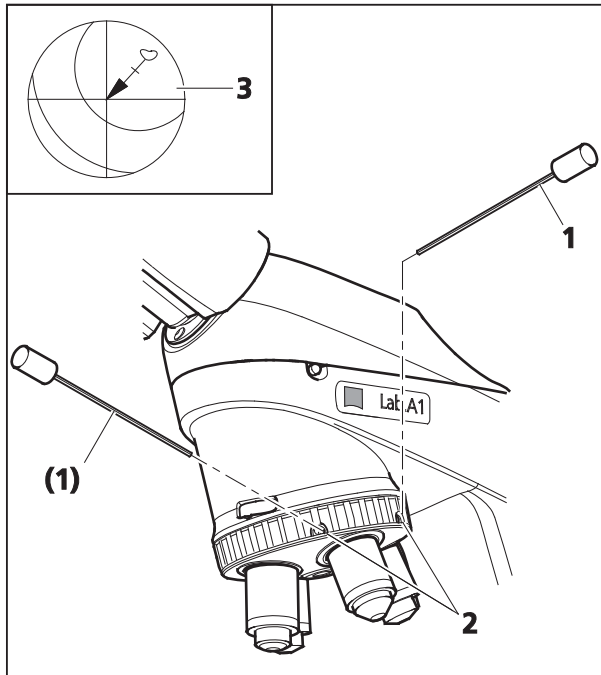

Fig. 3-14 Centrage des objectifs
- En tournant la platine, déterminez le décalage maximum de la préparation par rapport au réticule en croix (Fig. 3-14/3, pied de la flèche).
- Avec les deux vis de centrage situées sur le revolver porte-objectifs (Fig. 3-14/2) et respectivement un tournevis à six pans de 1,5 mm (Fig. 3-14/1), déplacez le détail de la préparation sur une demi-longueur de flèche en direction du réticule. Contrôlez le centrage en effectuant une nouvelle rotation de la platine et, le cas échéant, répétez la correction.